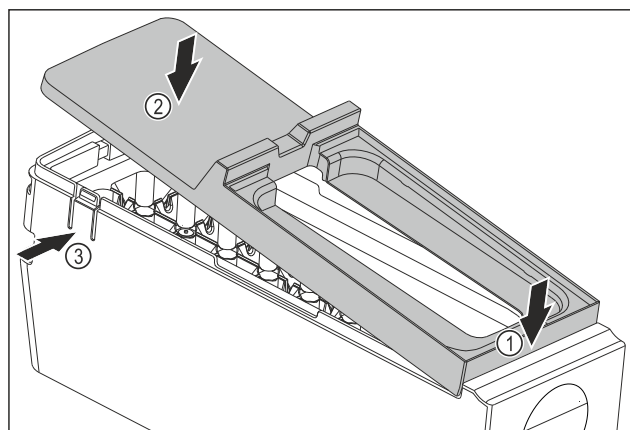

Fig. 90
- ▶ Montáž krytu korpusu EasyTwist-Ice: Nasadte kryt na přední stranu. Fig. 90 (1)
- ▶ Spusťte kryt vzadu dolů. Fig. 90 (2)
- ▷ Kryt slyšitelně zaklapne v obou lamelách Fig. 90 (3).